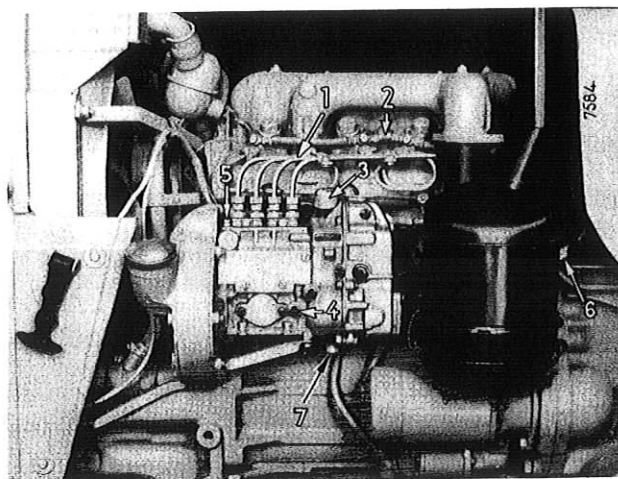

Bild 58
Einspritzpumpe und Regler werden durch ein gemeinsames Ölbad geschmiert. Der untere Teil des Einspritzpumpen- und Reglergehäuses muß bis zur Ölstandschraube (4), Bild 58, mit Motoröl gefüllt sein.